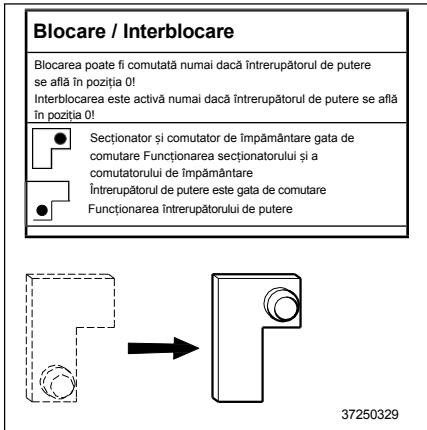

Fig. 48
**5** Dezactivați interblocarea dintre întrerupătorul de circuit și sectionier sau comutatorul de împământare. Faceți acest lucru mutând maneta de acționare din poziția din stânga jos în cea din dreapta sus (Fig. 48) (a se vedea și Capitolul 4.9, „Interblocări ale panoului”).